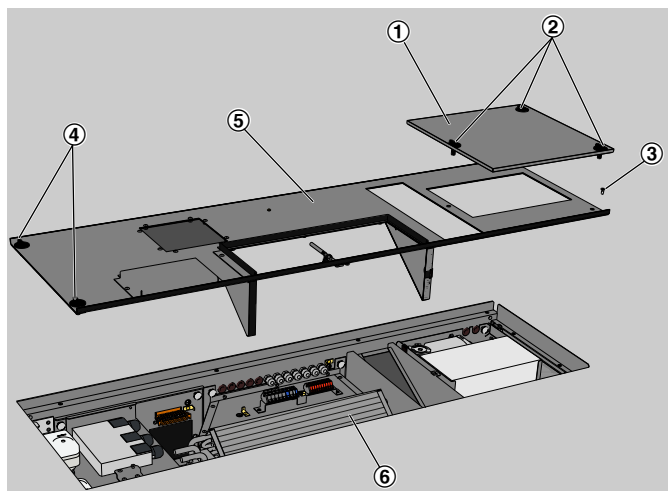

Abb. 25: Wärmeübertrager am Beispiel FSL-U-ZAS Ausführung rechts
- Den Filterdeckel (Abb. 25/1) durch Lösen der Schnellverschraubungen (Abb. 25/2) demontieren.
- Revisionsdeckel (Abb. 25/5) durch Lösen der Kreuzschlitzschraube (Abb. 25/3) und der beiden Schnellverschlüsse (Abb. 25/4) demontieren und neben dem Gerät lagern.
Wärmeübertrager (Abb. 25/6) nach oben aus dem Gerät herausnehmen.